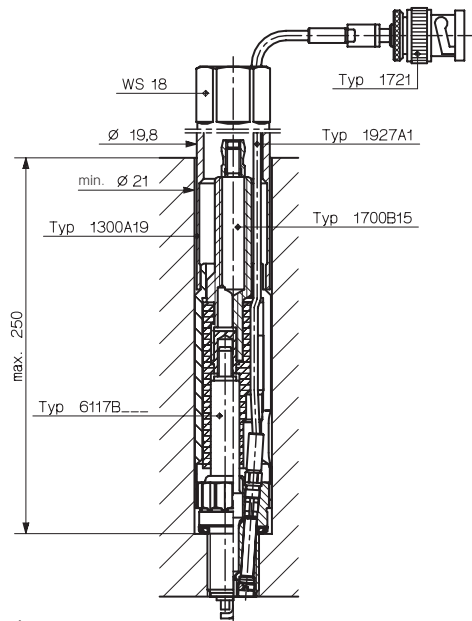

Fig. 2: Montage
- Kupplung 10-32 neg. - BNC pos. 1721
- ❶ Messzündkerze
- ❷ Zündkerzenverlängerungsstecker
- ❸ Schutzhülse
**Montage (Fig. 2)**